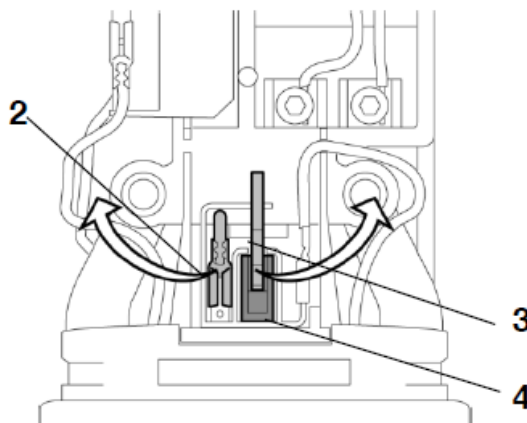

Fig. 15 Changement de charbon MB 20/2 et MB 20/3 (2)
- Retirer la cosse de câble (2) du raccord.
- Retirer le ressort de retenue (3) de la brosse de charbon (4) (fig. 15).